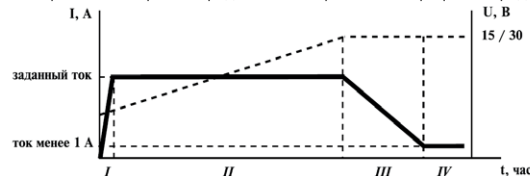

Рис. 2
- В комплексе все этапы заряда нацелены на обеспечение быстрого, качественного и безопасного заряда АКБ. Данный метод заряда допускает применение ЗУ ко всем типам аккумуляторных батарей. Зависимости тока, напряжения и времени во время заряда АКБ отображены на графике заряда (рис. 2).